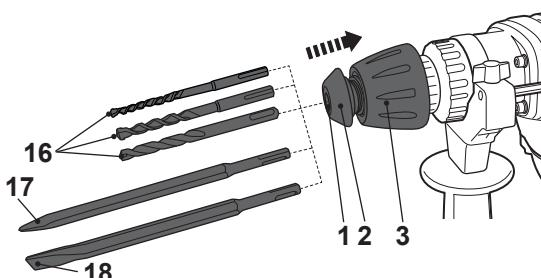

Fig. 1
- > Tire hacia atrás de la camisa del portaútiles (3) y manténgala en esa posición.
- > Inserte la broca o cincel SDS en el portaútiles (1) con un movimiento de giro hasta el fondo (Fig. 1).